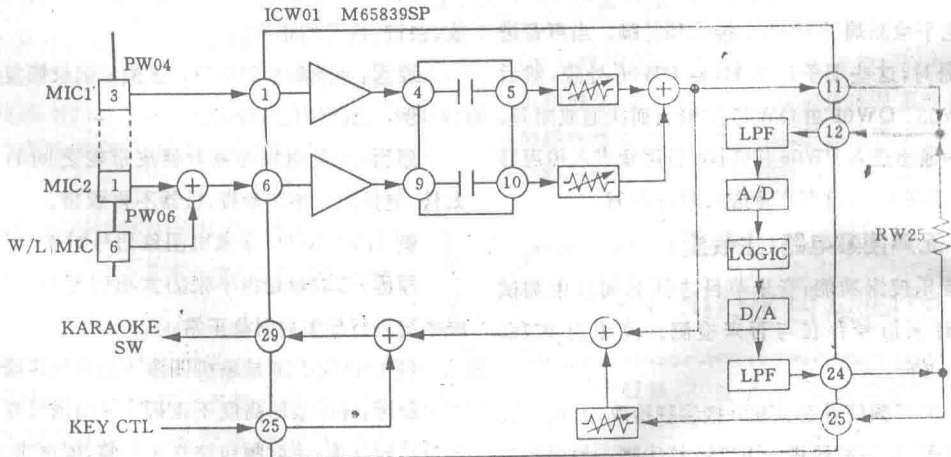

图 8-3 传声器放大器和声电路
并进入回声电路的低通滤波器(接⑫脚)。通过低通滤波器的传声器信号被模拟/数字转换,进入数字延迟电路,被延迟约 130ms。然后,信号被模拟/数字转换,通过低通滤波器而在接⑭脚输出。延迟信号被分割为两个:一个通过接⑮脚回到集成电路,通过电子音量控制器,然后与上述的传声器声音加起来。另一个在通过反馈电阻器 RW25 时再一次进入回声电路的输入低通滤波器,然后被延迟 130ms。通过反复本程序,将会创作出回声。含有传声器信号和回声信号的新的信号再与通过接⑰脚进入的调控制声音加在一起,在接⑱脚输出。这样产生的信号进入卡拉 OK 转换电路。这些动作如图 8-3 所示。